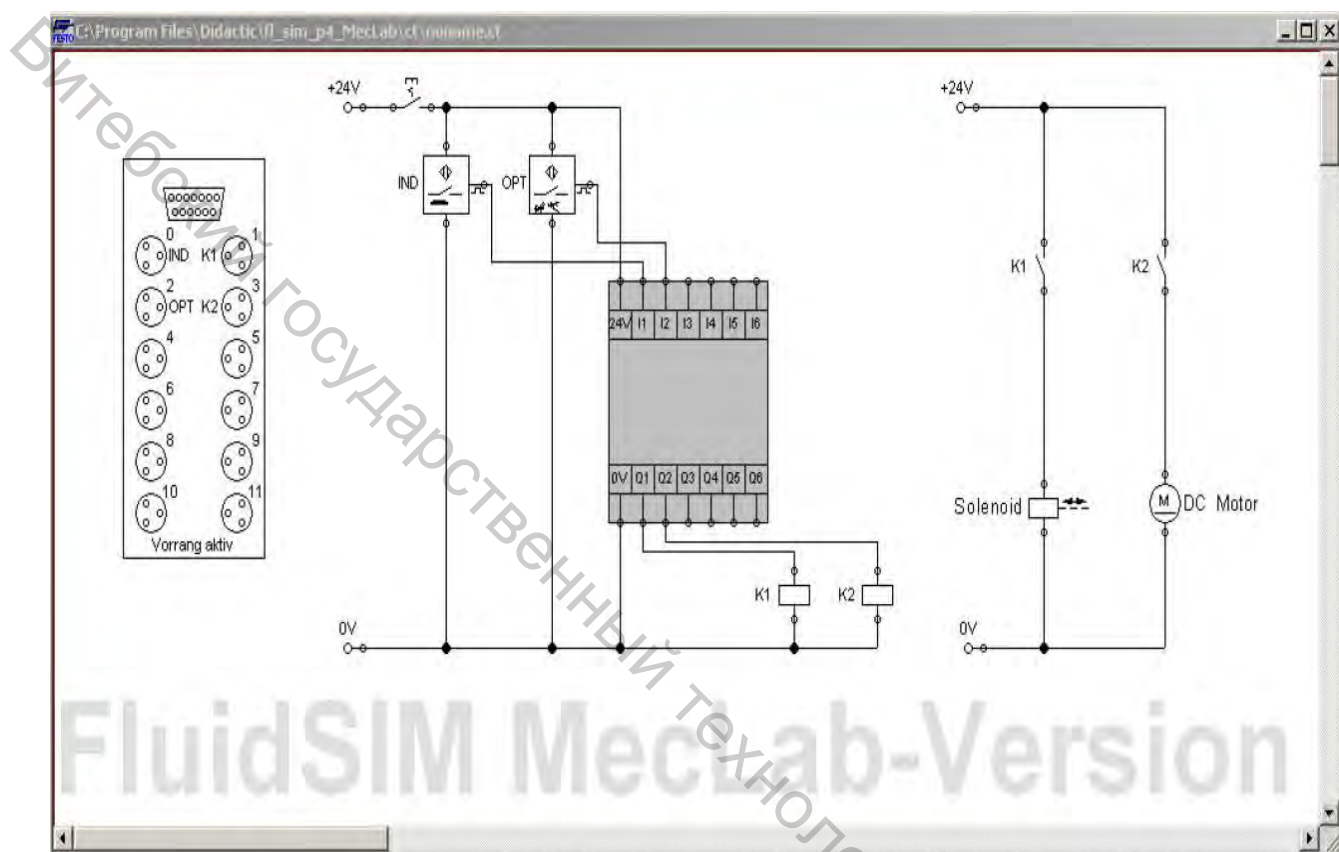

Рисунок 41 – Программа с распределительной коробкой для станции конвейера
1.2. Соберите схему, представленную на рис.41. Основными элементами схемы являются: индуктивный датчик IND, оптический датчик OPT, двигатель постоянного тока DC Motor, электромагнит Solenoid, катушки реле с контактами K1 и K2, распределительная коробка с многоштырьковой вилкой, цифровой модуль (программируемый логический контроллер).